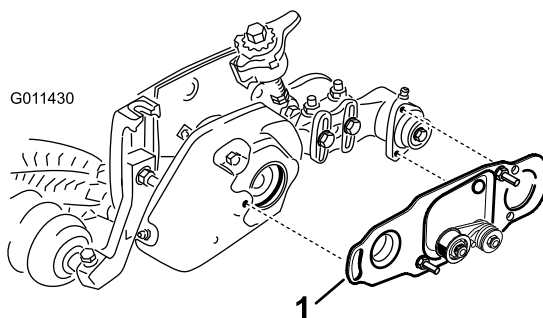

Figura 48
5. Se estiver instalada uma escova do rolo, certifique-se de que a placa da escova (Figura 48) está paralela à placa lateral da unidade de corte e está totalmente inserida nos olhais de borracha.